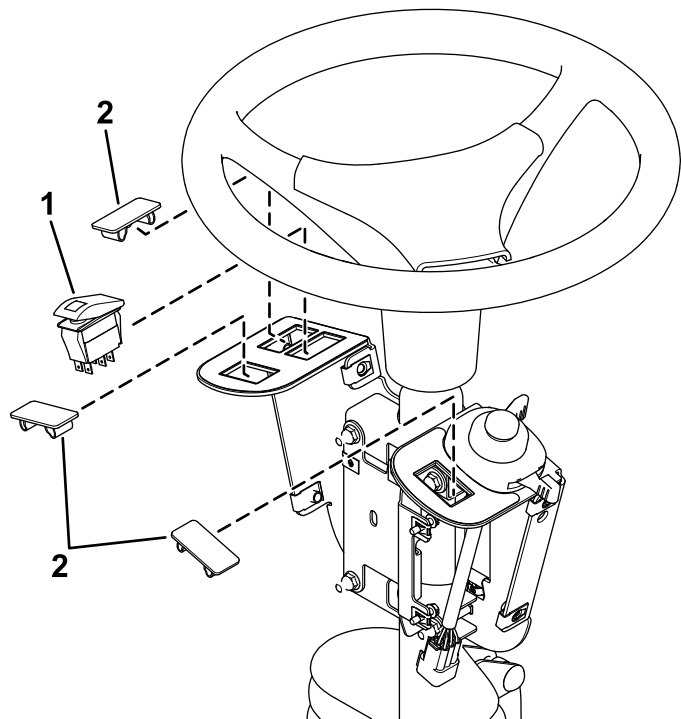

Figure 6
3. Installez le commutateur à bascule et les obturateurs de trou dans le support de commutateur (Figure 6).